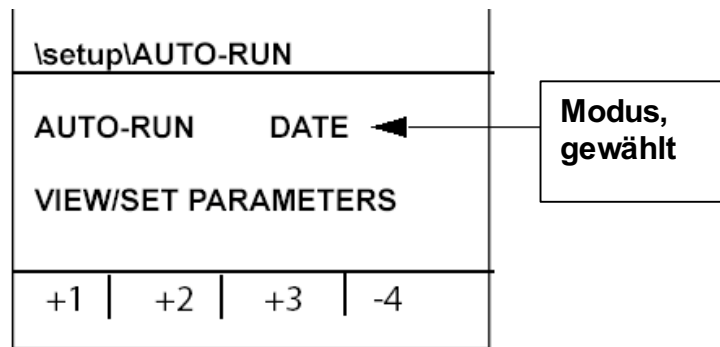

Bild 5-2: Automatik-Anzeige, Datum-Modus gewählt
2. Wählen Sie AUTO-EIN, dann drücken Sie . Die Anzeige wie Bild 5-2 erscheint.
Jede der drei Automatik- Modi bietet verschiedene Möglichkeiten der Einstellung, die einzeln nummeriert sind. Wenn Sie einen Modus auswählen, so kann mit jeweils einem Softkey eine der Einstellungen gesteuert werden. Zum Beispiel steuern die Softkeys im Bild 5-2 den ausgewählten Datums- Modus. Durch Drücken des jeweiligen nummerierten Softkeys kommen Sie in die entsprechende Einstellung.
Am Vorzeichen der nummerierten Einstellung erkennt man, ob diese aktiv ist (+) oder deaktiviert (-) wurde. In Bild 5-2 sind die Einstellungen 1 bis 3 aktiv, 4 ist deaktiviert. Eine Veränderung des Status ist in dieser Anzeige nicht möglich. Dazu muss man in die Anzeige zur Einstellung des Modus gehen. Hier drücken Sie den nummerierten Softkey sowohl zur Anwahl eines Modus (falls mehr als einer eingestellt ist) als auch zum Aktivieren/Deaktivieren. Wurde deaktiviert, so erscheint in der Anzeige statt der Details „--AUS--“.